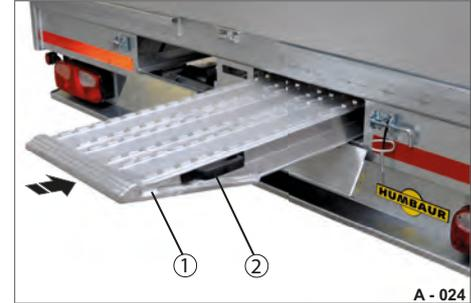

Abb. 30 Auffahrbohlen einschieben
- Auffahrbohlen (Abb. 30/1) von hinten, komplett in den Auffahrbohlen-Schacht hineinschieben.